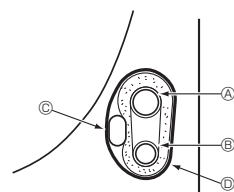

Fig. 4-5
4.4.1. Förvaring i enhetens rörutrymme (Fig. 4-5)